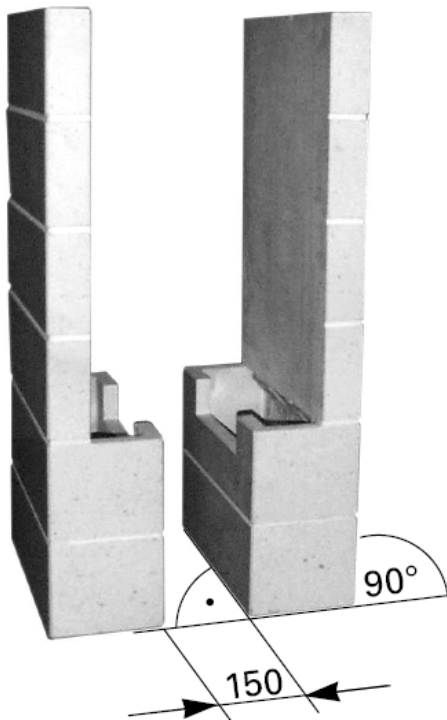

Abb. 8: Aufstellung Modulelement
1. Linkes Modulelement auf Funkenschutzplatte aufstellen, rechtes Modulelement mit lichter Weite 150 mm zum anderen Element aufstellen. Es ist darauf zu achten, dass beide Elemente **senkrecht**, **eben** und **parallel** zueinander stehen (siehe Abb. 8).